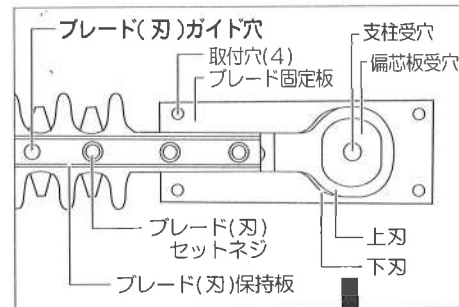

図5
- ブレード(刃)は、保持板上刃と下刃をネジでセットしてあります。(図5参照)
- ④ ブレードセットネジはブレード(刃)と固定板を止めるためのネジです。ゆるめないでください。
- 上刃、下刃のブレード(刃)ガイド穴を揃えてください。(図5参照)
- 支柱受穴を偏心板受穴の中心になるようにしてください。(図5参照)